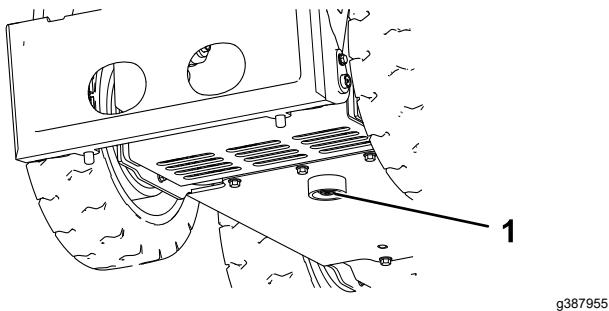

Figure 43
1. Boulon (2) 2. Carénage de ventilateur
6. Retirez le bouchon de vidange au bas du réservoir hydraulique et attendez que tout le liquide se soit écoulé (**Figure 43**).